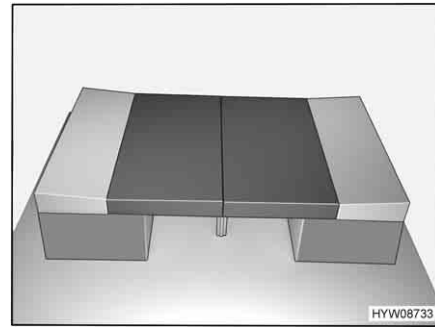

Bild 90 Efter ombyggnaden
- Lägg dit ryggdynorna mellan sittdynan och väggen (se Bild 90).